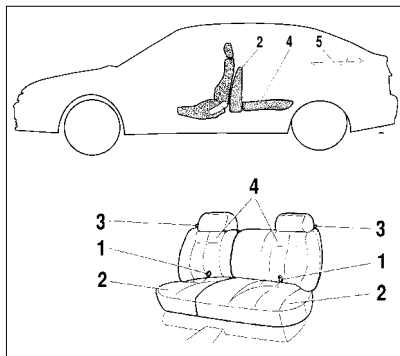

Рис. 11. Заднее сиденье
– потяните за петли 1 (рис. 11) и поставьте подушки 2 в вертикальное